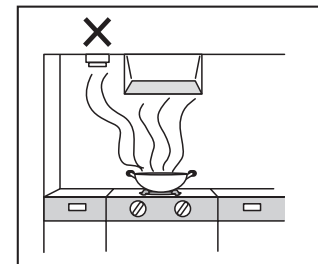

図2
- アルデ換気システムのキッチンの排気口は、レンジフード用のものではありません。レンジを使用して調理する時は、必ずレンジ用換気扇を使用してください。(図2)